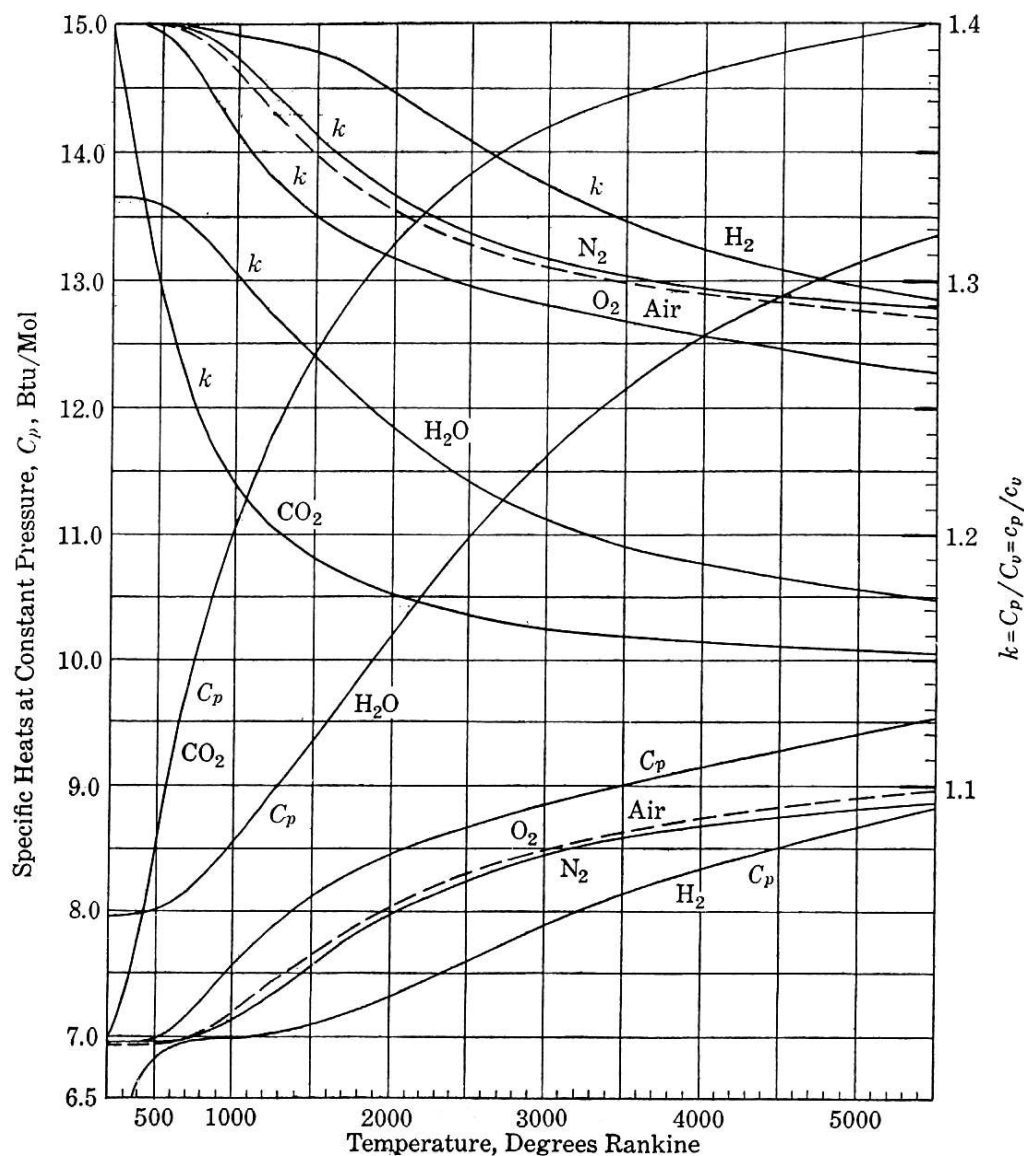

Figura 2.7 Calores específicos molares a presiones constante bajas; $C_p = C_v - 1.986$; $C_p/C_v = k$.
- ➔ Para esto se puede usar: (1) correlaciones para c (Tabla I); (2) características tabuladas de valores de c en función de la temperatura; (2) valores medios conocidos para la gama de temperaturas implicada en la evolución o proceso, (Figura 2.7); (4) usar un diagrama de las características de la sustancia (Ejemplo, tabla de Mollier para el vapor).